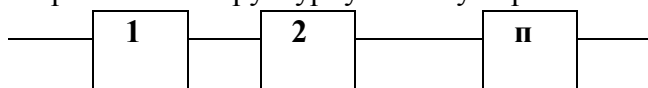

Рис. 1 Последовательное соединение элементов (подсистем) в технической системе
1) если отказ элемента приводит к отказу всего объекта, то элемент считается встроенным в структурную схему последовательно (рис. 1);
Третий этап: является основным этапом, на котором составляется структурная (логическая) схема надежности водогрейной котельной как технической системы. Составляется структурно-логическая схема в соответствии с рис. 1 и/или 2. Эта схема характеризует состояние (работоспособное или неработоспособное) ТС в зависимости от состояния отдельных элементов (подсистем). При построении схемы используйте нумерацию элементов (подсистем) ТС, как в таблице 1: 1- водогрейный котел; 2 - газовая горелка; 3- запальное устройство; 4- датчик контроля пламени; 5- клапан запорный; 6-клапан отсечной.
Технологическая система Терминала представлена на рис.1. Топливный газ подводится от магистрального газопровода (МГ) очищается от влаги и примесей и подается в распределительную сеть. Постоянный персонал на Терминале отсутствует, управление процессом осуществляется из операторной Объединенного берегового технологического комплекса подготовки нефти и газа (ОБТК). Функционирование системы контрольно-измерительных приборов (КИП) и автоматики обеспечивается электроэнергией от газогенераторов; в аварийных ситуациях электроснабжение может кратковременно поддерживаться источником бесперебойного питания (ИБП).